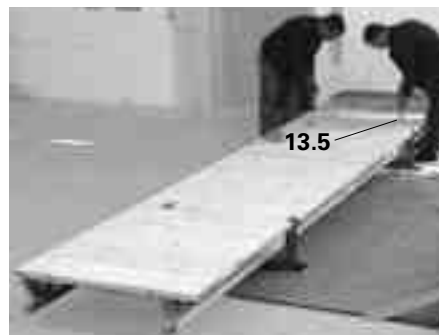

Fig. A2.09
4. Fijar los tablonos restantes. (Fig. A2.09)